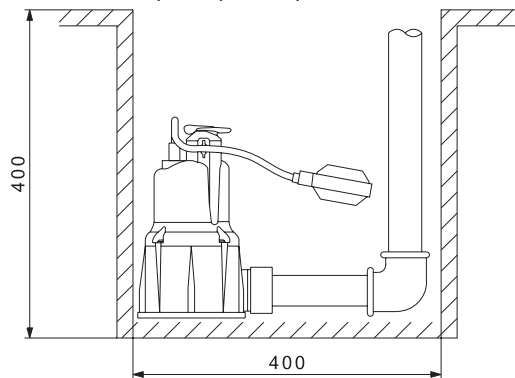
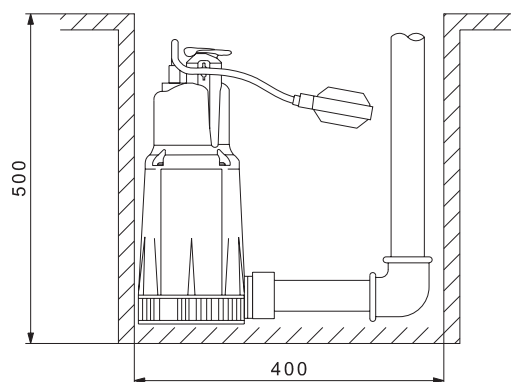

Рис. 34 Минимальные размеры приемка для насоса KPC 300 A
Рис. 35 Минимальные размеры приемка для насоса KPC 600 A
4. Для исполнения, поставляемого с поплавковым выключателем (KPC A), необходимо убедиться в том, что вся система поплавкового выключателя может свободно перемещаться. Обеспечить такие минимальные размеры приемка, которые соответствовали бы рис. 34 и рис. 35.
Для КРС: минимальные размеры прямка см. рис. 34 и 35